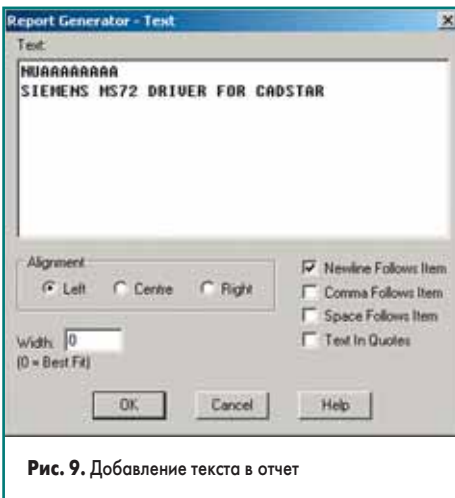

Рис. 9. Добавление текста в отчет
6. В появившемся диалоговом окне Report Generator – Text (рис. 9) в поле Text введем текст “NUAAAAAAAA”.
11. Убедимся, что все настройки выполнены, как показано на рис. 9, и нажмем кнопку ОК.